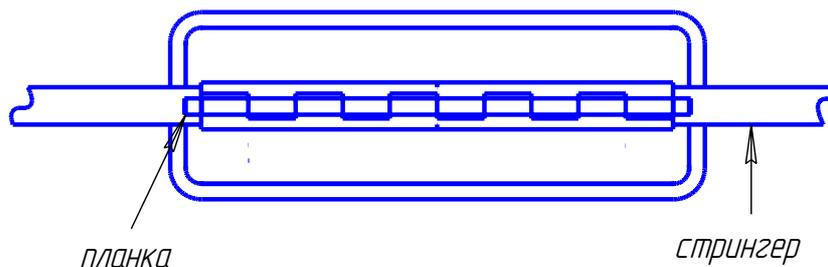

рис.10. Крепление поплавка к нижнему стрингеру.
18. Установите собранную раму на поплавки. Клапана поплавков должны быть направлены наружу. Пристегните поплавки к нижним стрингерам застежками гребенок (рис.10.)